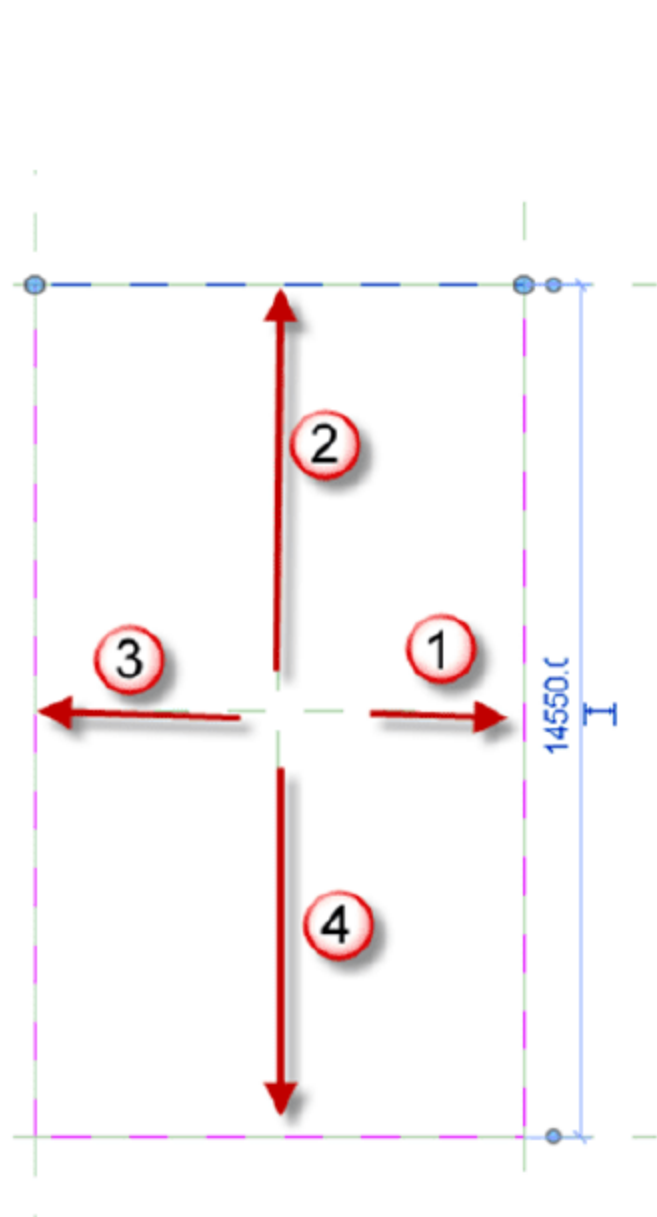

图 12.1.31 移动楼板轮廓
(6) 移动楼板轮廓。双击楼板，进入“修改/编辑边界”界面，依次选择楼板边界，按快捷键 M+V，将楼板轮廓移动到前面绘制的辅助线位置，如图 12.1.31 所示。